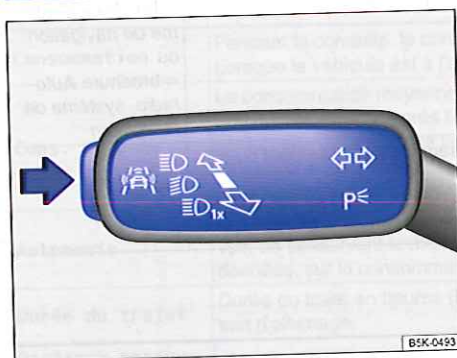

Fig. 18 Levier des clignotants et de l'inverseur-codes à gauche sur la colonne de direction : touche des systèmes d'aide à la conduite
- Appuyez sur la touche $\Rightarrow$ **fig. 18** dans le sens de la flèche pour accéder au menu **Assistants**.